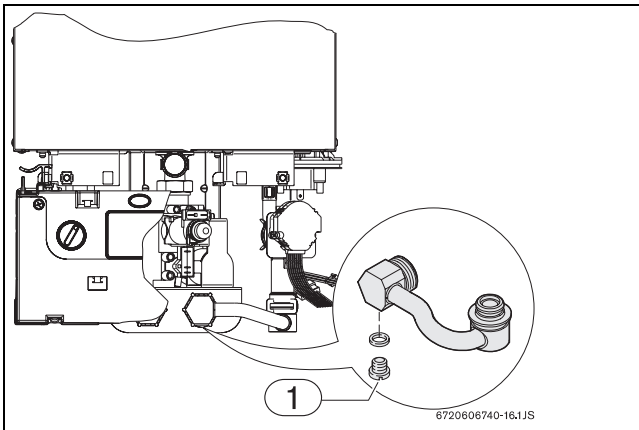

Fig. 13 Parafuso de purga
- ▶ Desapertar o parafuso de purga (→Fig. 13) situado no tubo de entrada de água.